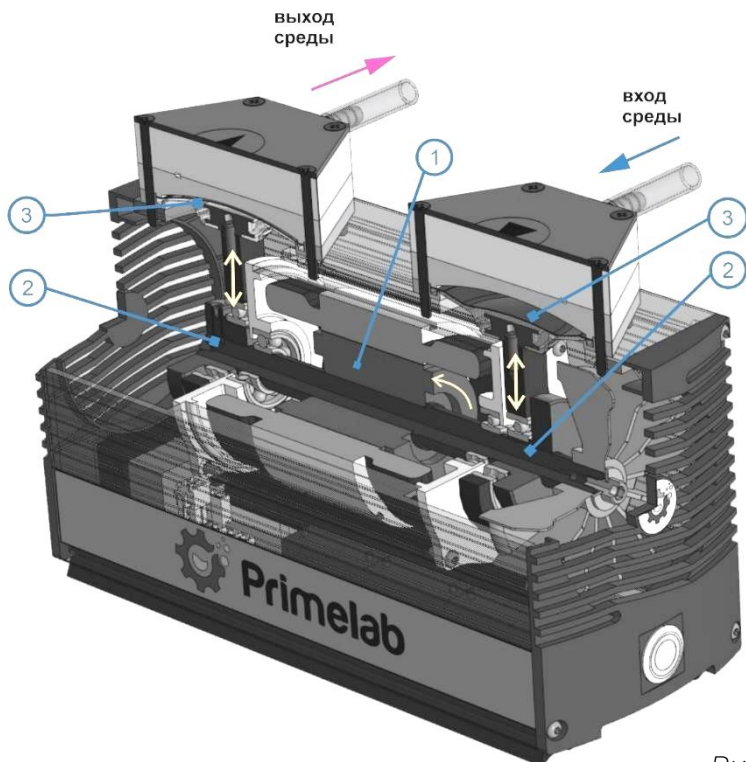

Рисунок 1
Рабочий процесс в устройстве (Рис. 1) реализуется при помощи электромеханического привода, состоящего из электромотора (1) и кривошипа (2), жестко присоединенного к эластичной мембране (3). Мембрана (3) используется для последовательного увеличения и уменьшения объема рабочей камеры. Подача и выпуск среды осуществляется двумя клапанами рабочей камеры.